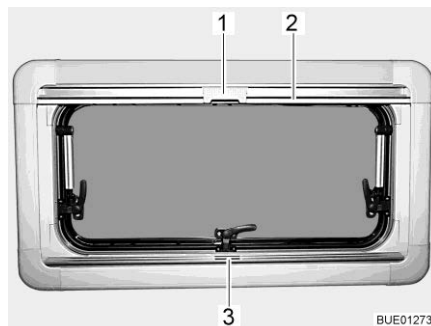

Fig. 118 Finestra apribile
- Afferrare la tendina oscurante pieghevole per la parte centrale della barra di presa (Fig. 118,3), tirarla dal basso verso l'alto e rilasciarla nella posizione desiderata. La tendina oscurante pieghevole rimane in questa posizione.
- Tirare la zanzariera a rullo accompagnandola con la barra di presa (Fig. 118,2) verso il basso, fino a quando la barra di presa non arriva a contatto con la tendina oscurante pieghevole (Fig. 118,3).
- Bloccare l'aggancio (Fig. 118,1) della zanzariera a rullo nella barra di presa della tendina oscurante pieghevole.
- Premere in alto all'indietro l'aggancio (Fig. 118,1) sulla zanzariera a rullo.
- Ricondurre lentamente la zanzariera a rullo accompagnandola con la barra di presa (Fig. 118,2).